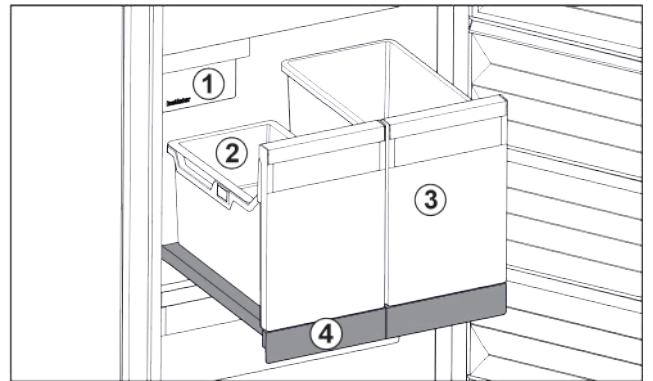

Fig. 17 Витяжна панель IceTower
- (1) IceMaker
- (2) Підвісний лоток для кубиків льоду
- (3) Резервуар наприклад для піци, алкогольних напоїв
- (4) Витяжна панель
На витяжній панелі є два високі резервуари (IceTower). В резервуарі Fig. 17 (2) кубики льоду з IceMaker збираються та зберігаються. Резервуар Fig. 17 (3) придатний для зберігання високих харчових продуктів, таких як піца та алкогольні напої.